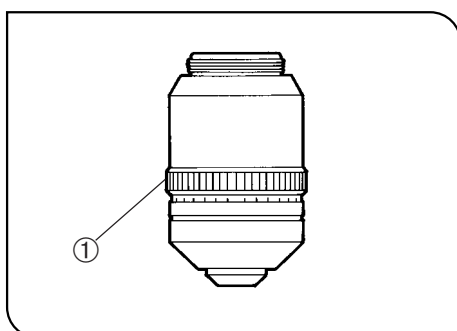

Abb. 29
- Bei bekannter Deckglashöhe den Korrekturring ① auf diesen Wert einstellen. (Abb. 29)
- Bei unbekannter Deckglashöhe abwechselnd den Korrekturring ① und den Feintrieb drehen, bis die Stellung mit der besten Auflösung erreicht ist.
- ★ **Den Korrekturring ① beim Drehen des Objektivrevolvers nicht berühren.**